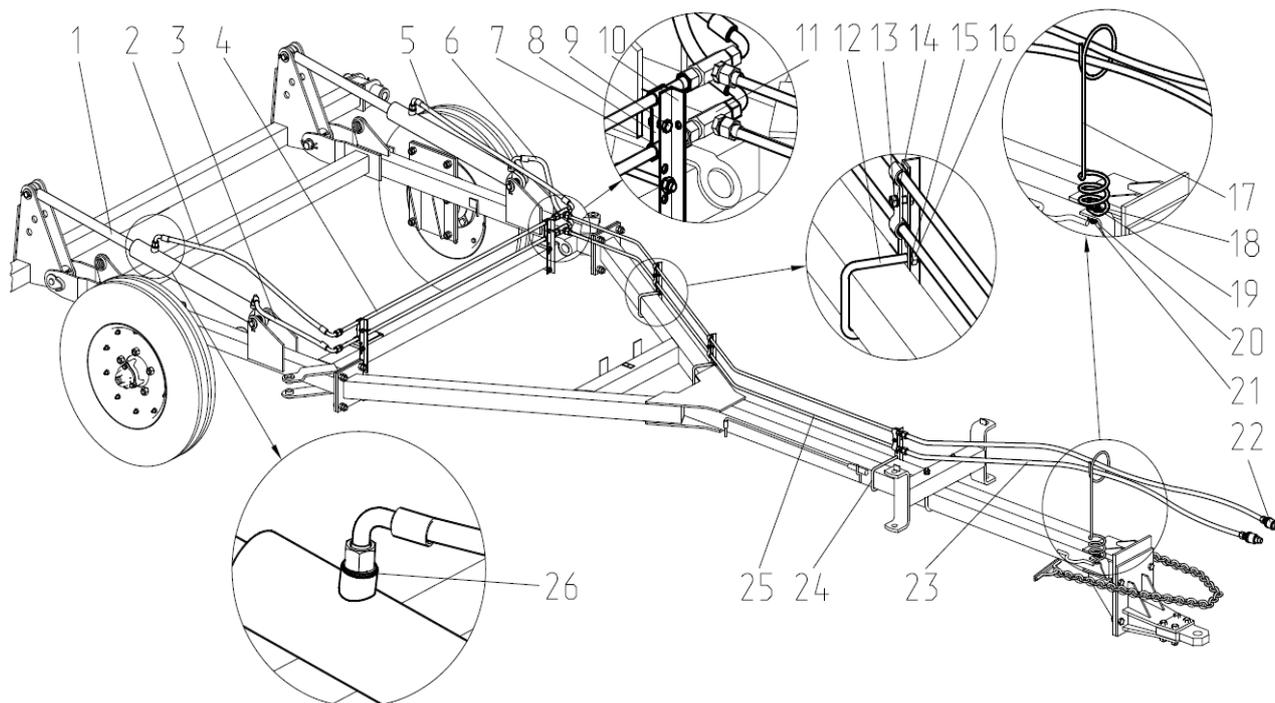

Рис.13 Гидросистема СГ12 04.000.
2.1.10 Гидросистема борона (рис.13) служит для подъема и опускания рабочих органов на развороте, а также при переводе борона в транспортное положение. Гидросистема состоит из двух гидроцилиндров 1, соединяющих раму дышла с центральной балкой, трубопроводов 4 и 25, рукавов высокого давления 2, 3, 5, 6 и 23, соединительной гидроарматуры, держателей 13, скоб 12 и 24 и болтокрепеза (для закрепления гидротрассы). Кроме того, на кронштейне дышла закрепляется опора 17, сквозь кольцо которой пропущены рукава высокого давления, присоединяемые к гидросистеме трактора. При отсоединении борона от трактора свободные концы этих рукавов с полумуфтами пропускаются в кольцо опоры в обратную сторону, тем самым, исключая возможность касания ими земли.